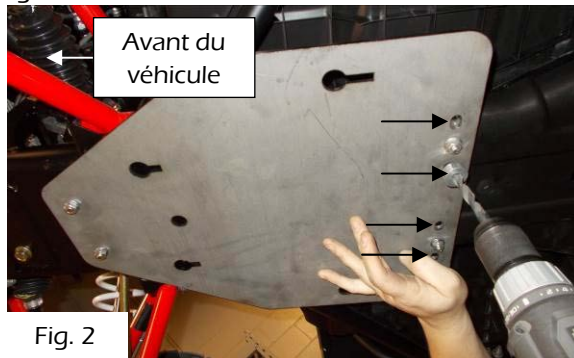

Fig. 2
- 2) En vous servant de la plaque comme guide, percez à l'aide de l'outil fourni aux endroits indiqués à la figure 2.